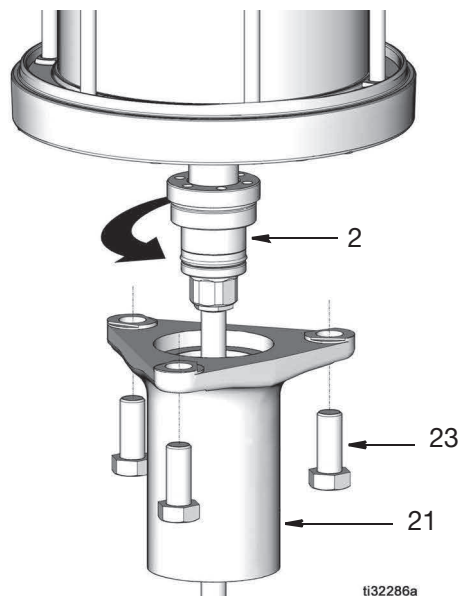

図 11
10. ポンプベース (21) をエアモーターに接続しているボルト (23) を取り外します (図 11)。
11. ポンプベース (21) をエアモーターから取り外し、パッキンのグラウンド (2) のネジを外します (図 11)。